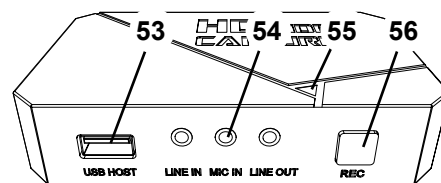

Fig. 35
⇒ Pressione o botão REC (56, Fig. 35) no HDMI Video-Recorder.
- ♦ O LED de sinal (55, Fig. 35) acende-se vermelho.
⇒ Conecte o cabo do microfone do headset (conector rosa) na conexão MIC IN (54, Fig. 35) (identificada a rosa).